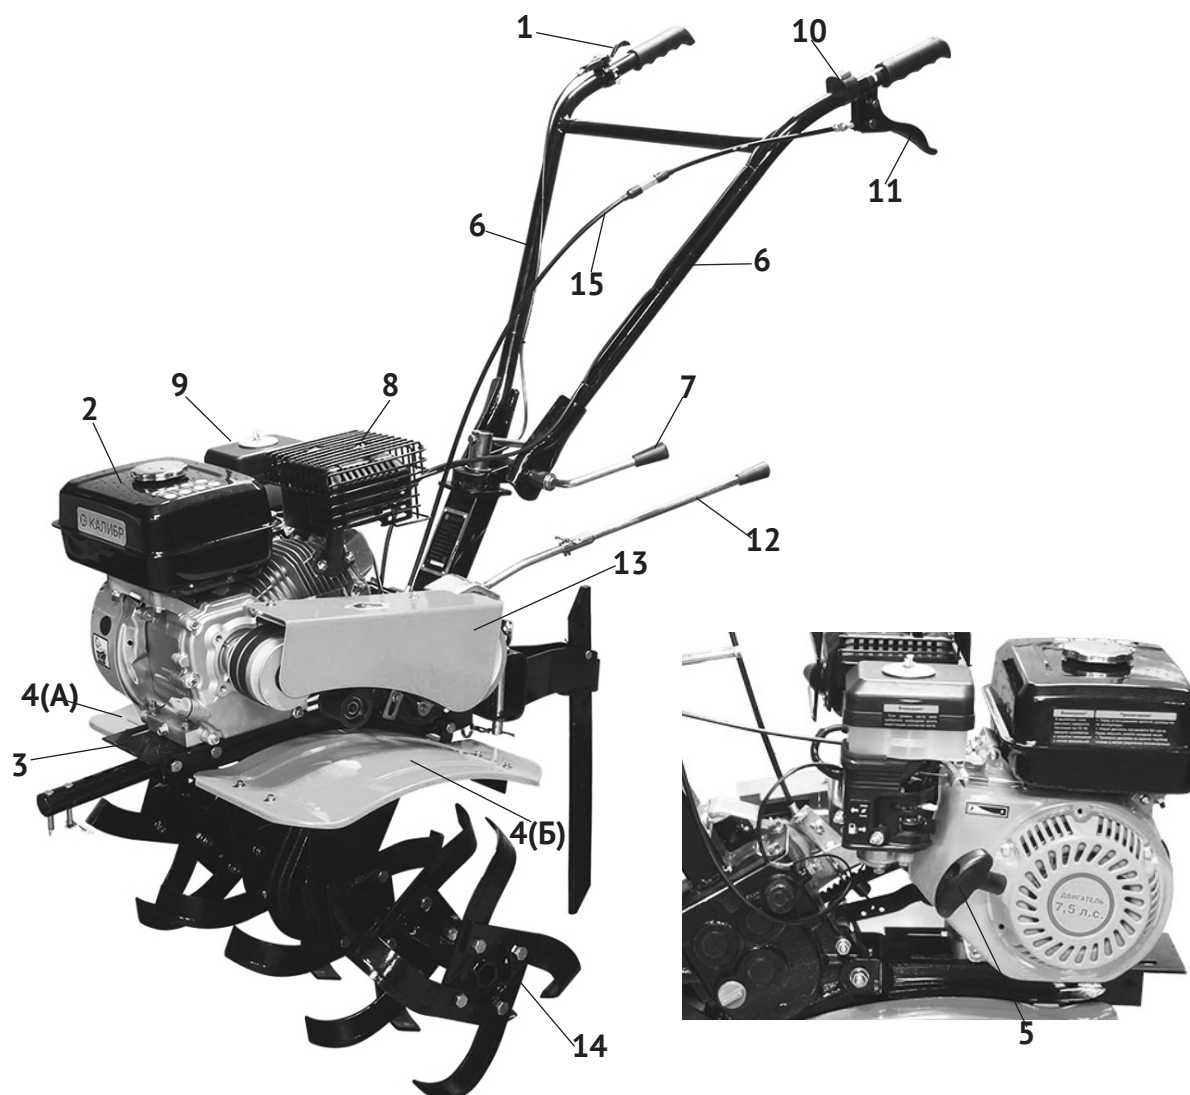

рис. 1
2.4 Общий вид культиватора представлен на рис.1
Двигатель культиватора и редуктор закреплены на раме (рис.1 поз.3). Коленчатый вал двигателя, расположенный горизонтально, передаёт крутящий момент, ремёнными передачами на большой двухручейковый шкив, закреплённый на ведущем валу редуктора. Передача вращения с ведущего вала на приводной вал (выходной вал редуктора) фрез осуществляется цепной передачей. При отжатом рычаге сцепления (рис.1 поз.11), рычаг переключения передач (рис.1 поз.12) устанавливает одно из четырёх фиксированных положений: «назад», «нейтраль», «вперёд» 1 или 2. Ведомая звёздочка с валом редуктора передаёт вращение на фрезы (рис.1 поз.14) культиватора. При движении «вперёд» фрезы культиватора производят обработку грунта. Движение «назад» применяется для отвода культиватора после обработки, при невозможности его разворота (мешают кусты, опоры, деревья).
- совместить крепёжные отверстия в нижних частях рукояток управления (рис.1 поз.6) с отверстием кронштейна культиватора;
- зафиксировать в удобном по высоте положении (на уровне талии) рычагом (рис.1 поз.7).
- ослабить винтовое соединение рычага управления дроссельной заслонкой (рис.1 поз.1);
- прикрепить трос управления дроссельной заслонкой (рис.1 поз.1) так, чтобы он располагался сверху;
- ослабить винтовое соединение рычага сцепления (рис.1 поз.11);
Внимание! *Установку и первоначальную регулировку тросов сцепления (рис.1 поз.15) и рычага управления дроссельной заслонкой (рис.1 поз.1) рекомендуется провести в сервисном центре или доверить квалифицированному специалисту.*
Открутите крышку топливного бака (рис.1 поз.2). Заливайте бензин в топливный бак не более чем на 1 см ниже уровня основания заливной горловины. Перед запуском двигателя тщательно протрите крышку бензобака, удалив возможные при заправке брызги топлива.
Перед запуском убедитесь, что рычаг переключения передач в нейтральном положении, а сцепление выключено (рычаг рис.1 поз.11 не нажат).
- резко, с усилием потяните рукоятку стартера (рис.1 поз.17) до упора, повторите действие ещё раз, если двигатель не завёлся.
- перевести рычаг переключения передач (рис.1 поз.12) в нейтральное положение;